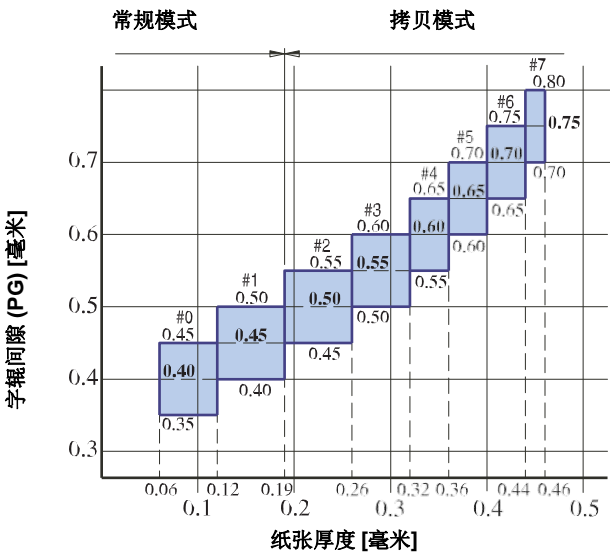
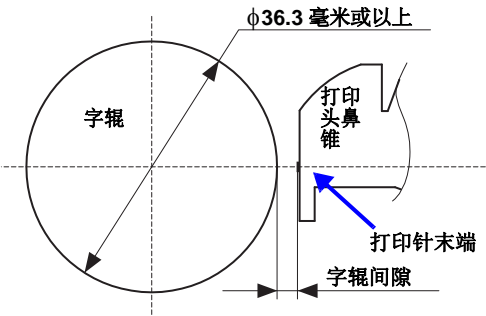

图 5-2. 字辊间隙调整 2
图 5-3. 字辊间隙调整 3
- 调整时，向字辊方向转动字车导轨(间隙变宽)、或向前方转动字车导轨(间隙变窄)。(参见图 5-2、图 5-3)
- 3: “字辊间隙”指的是在字辊与打印针末端之间没有色带、没有打印纸时的空隙，如图 5-3 所示。在任何条件下，字辊间隙都必须符合恰当的范围，如图 5-2 所示。